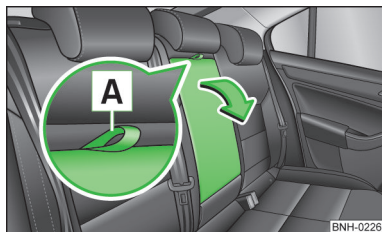

Fig. 39
- Trageți de curelușa **A** » fig. 39 și rabatați în față cotiera, în sensul săgeții. În cotieră se poate afla un suport pentru băuturi » pagina 55.